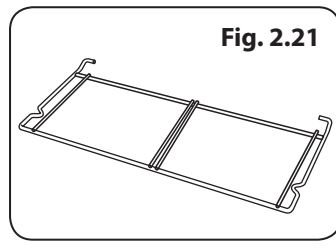

Fig. 2.21
- Support de lèche-frite (Fig. 2.21)